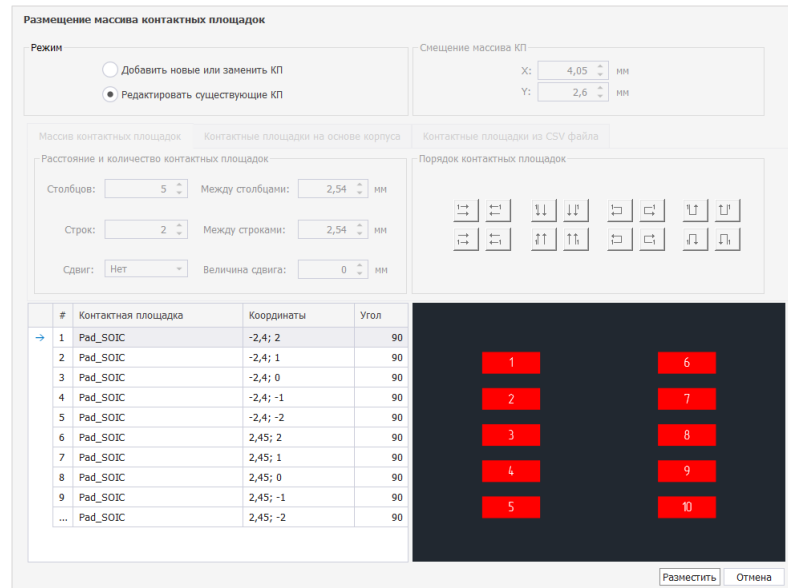

Рис. 118 Переключатель режима для массива контактных площадок
1. Установить режим «Редактировать существующие КП», см. Рис. 118.